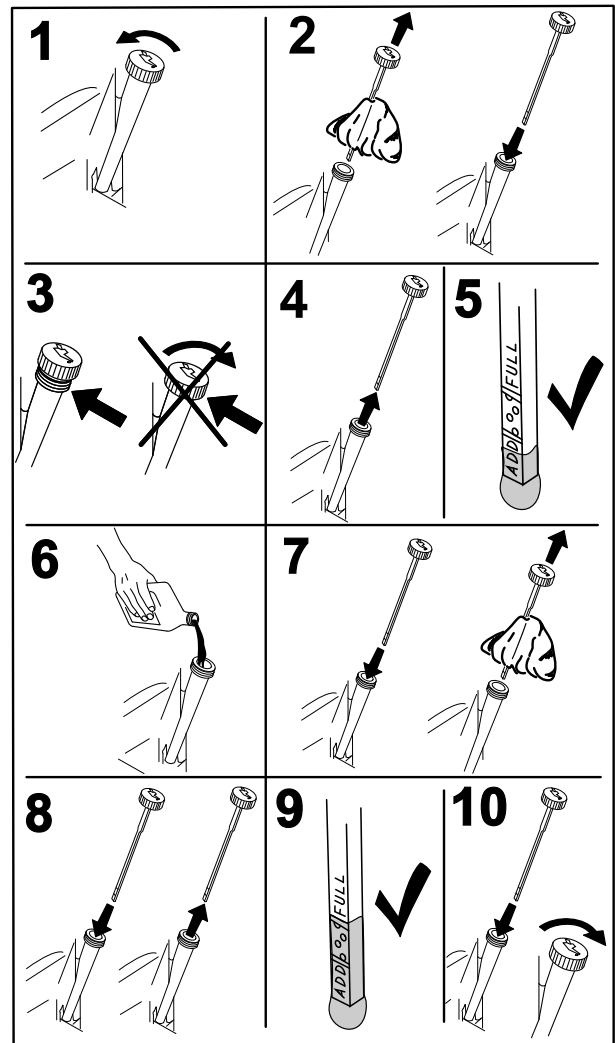

Figura 38
2. Pare el motor, retire la llave y espere a que se detengan todas las piezas en movimiento antes de abandonar el puesto del operador (Figura 38).